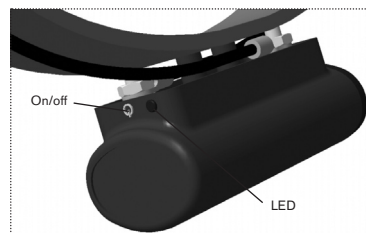

Fig. 2. On/off
- > Im Bereich der Aktivierung/Deaktivierung einen Magnet platzieren (siehe Abb. 2).